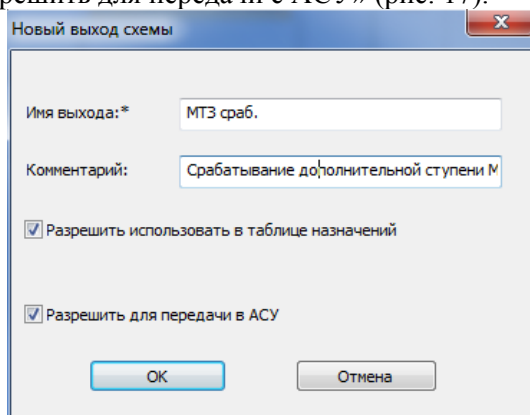

Рис. 17. Окно задания имени сигнала
14. Дважды щелкнуть по нему ЛКМ, после этого появится окно задания имени сигнала. В поле «Имя выхода» задать имя сигнала «МТЗ сраб.» В поле «Комментарий» ввести «Срабатывание дополнительной ступени МТЗ». Для того чтобы сигнал был доступен в таблице назначений, необходимо поставить галочку «Разрешить использовать в таблице назначений». Для того чтобы сигнал можно было передать в систему АСУ, необходимо поставить галочку «Разрешить для передачи с АСУ» (рис. 17).